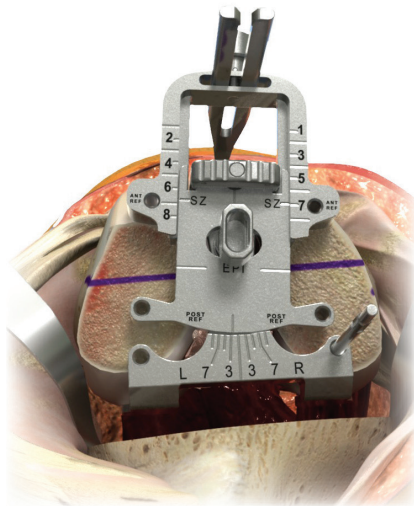

Figura 16a
2. Asegure la guía al hueso a través de los dos agujeros que se encuentran en la parte inferior de la guía (Figura 16a).